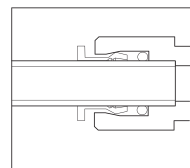

Fig.2
- ▶ Überprüfen Sie, ob die Leitung vollständig eingeführt wurde (Abb. 2).